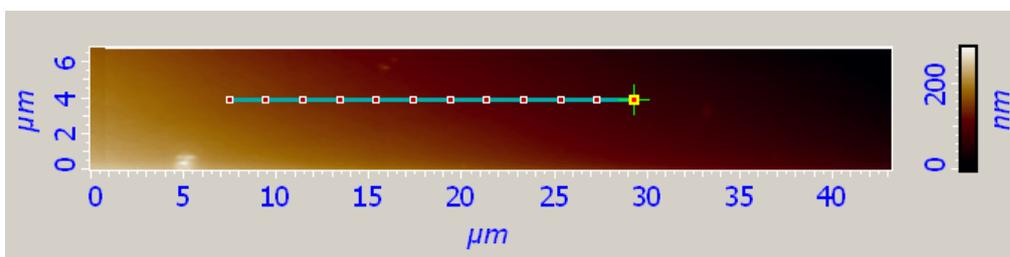

Рис. 8-11
2. На области отображения 2D-данных сканирования установите положение линии, по которой будут проводиться измерения (Рис. 8-11). Для этого проведите линию курсором при нажатых клавише <Ctrl> и левой клавише мыши; либо измените положение уже проведенной линии с помощью мыши.